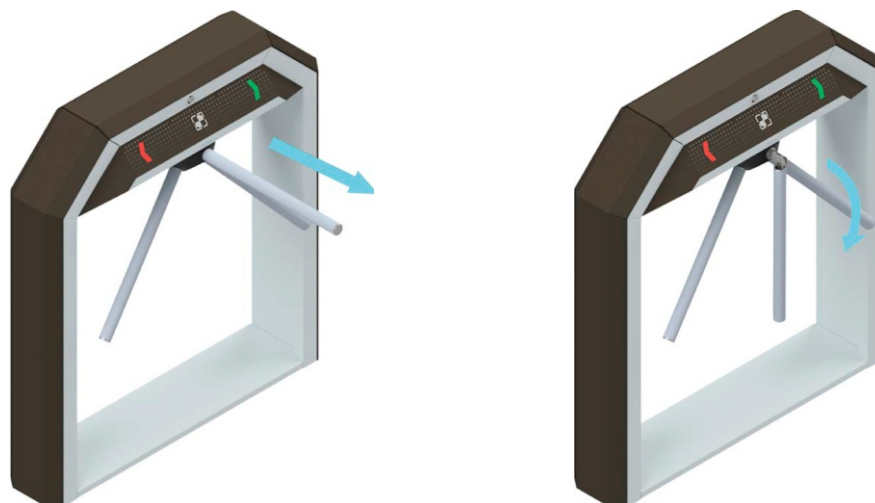

Рисунок 6.6.3 – Принцип работы планок «Антипаника»
- 5 Если вы установили планки типа «Антипаника» проверьте работу их механизма разблокировки (рис. 6.6.3)